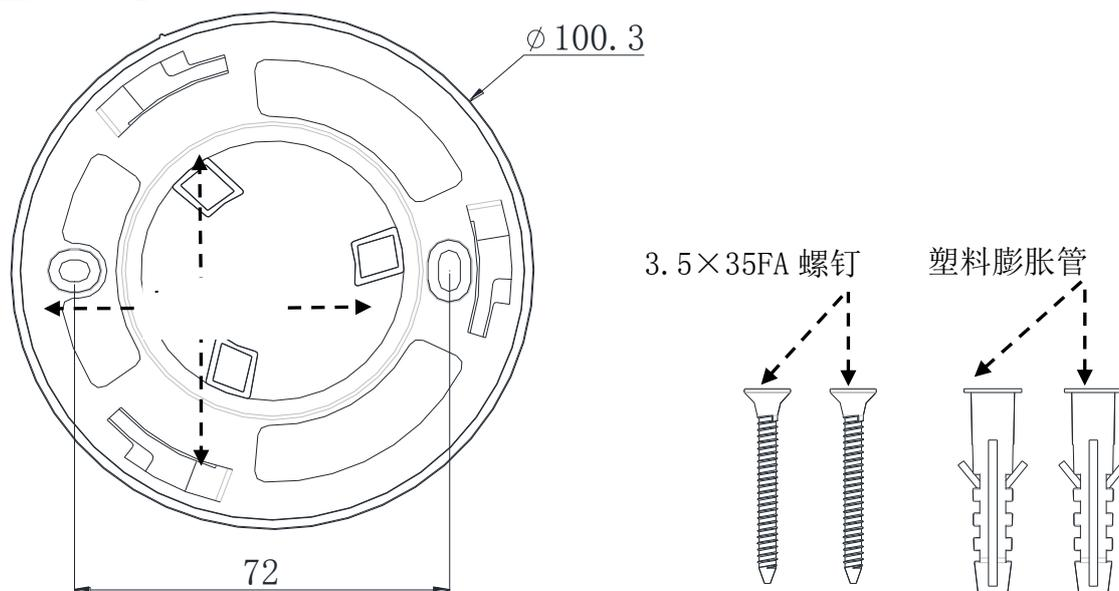
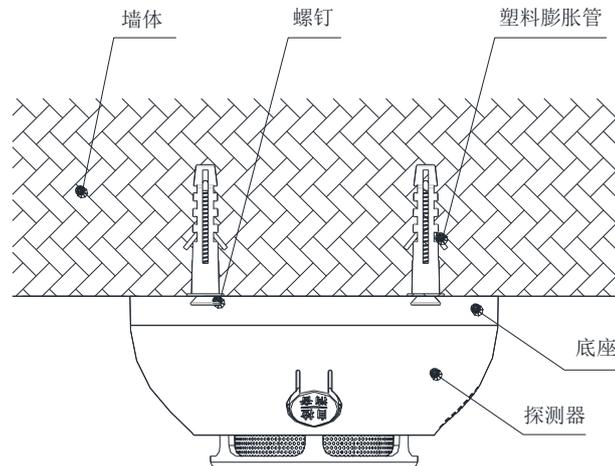

图 2 报警器底座及固定配件
图 4 报警器安装示意图
2. 报警器底座尺寸示意图，如图 2 所示（单位：mm）
按图 4 所示，用 3.5×35FA 螺钉将报警器底部固定在屋顶上，安装孔距如图 2 所示。